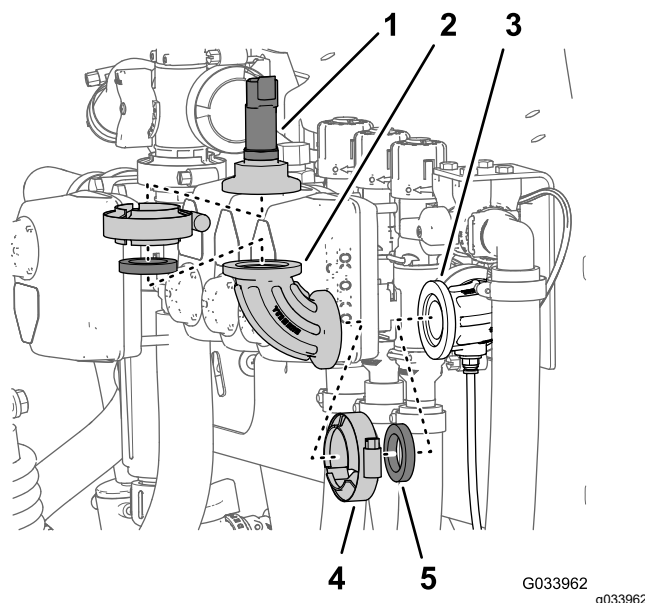

Figura 26
2. Retire la brida de fijación que sujeta el transductor de presión al acoplamiento de 90° y retire el transductor, la junta y la brida de fijación (Figura 26).
3. Retire la brida de fijación que sujeta el acoplamiento de 90° al acoplamiento de 90° con conector para el tubo del sensor, y retire el acoplamiento de 90°, la junta y la brida de fijación (Figura 26)